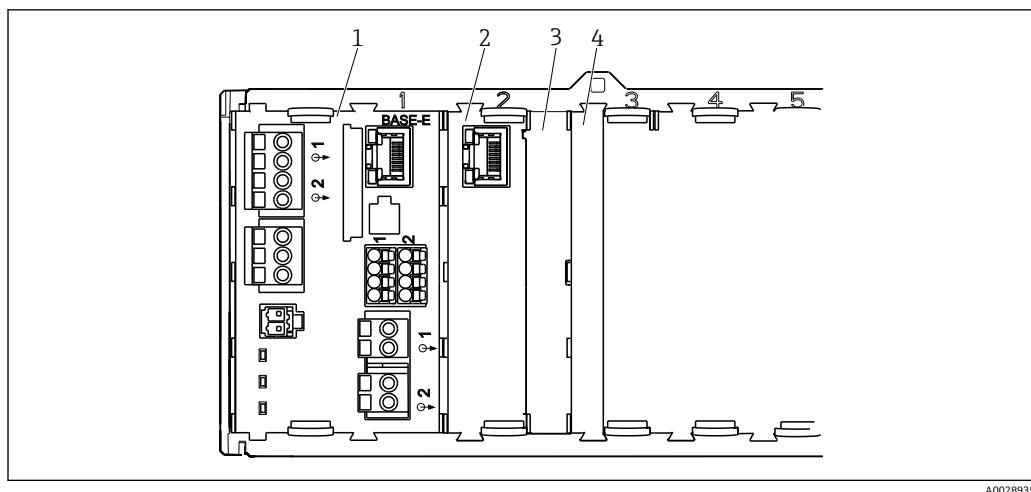
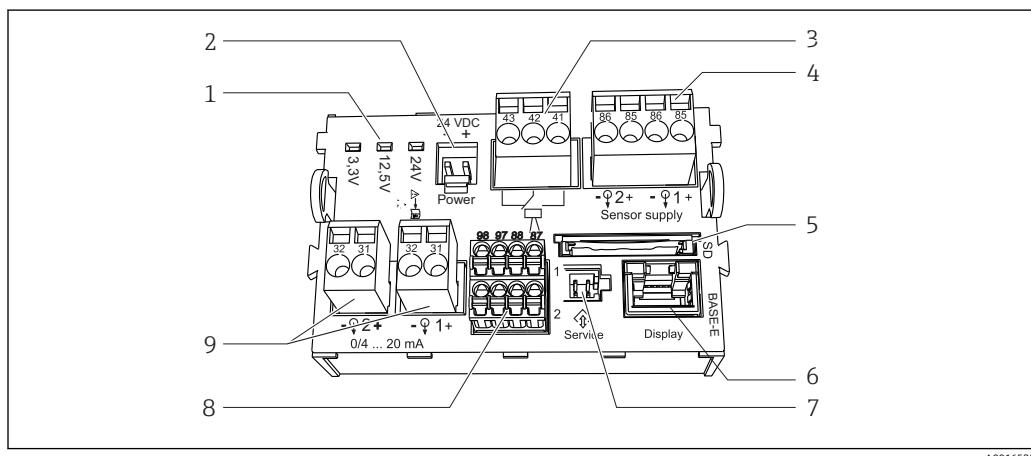

图 27 控制器外壳内接线腔
图 28 基本模块 E
- ▶ 插槽未全部使用时，必须在最后一个模块右侧的插槽中安装盲板或端盖（→ 图 27, 图 28）。这样才能保证仪表不受冲击影响。